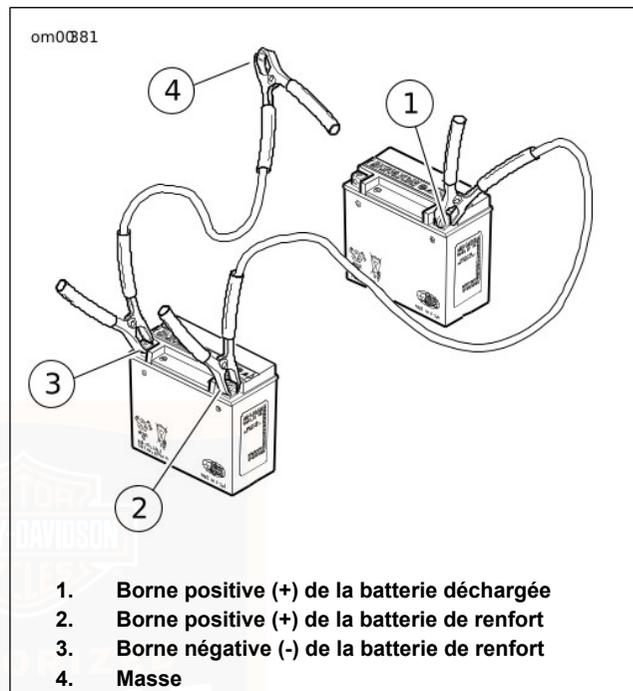

Figure 73. Connexions des câbles de démarrage
1. Voir Figure 73. Connecter une extrémité du câble de démarrage à la borne positive (+) de la batterie DÉCHARGÉE (1).
2. Connecter l'autre extrémité du même câble à la borne positive (+) de la batterie de RENFORT (2).